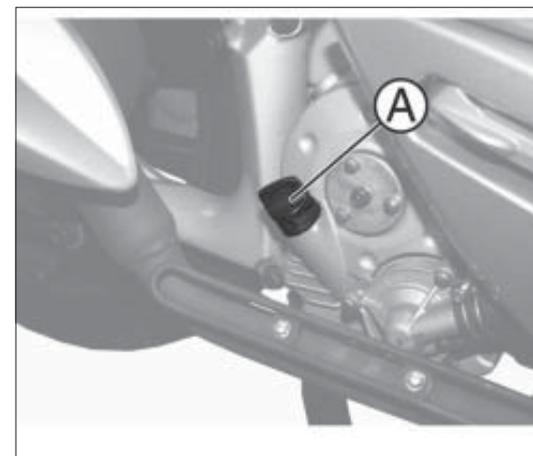
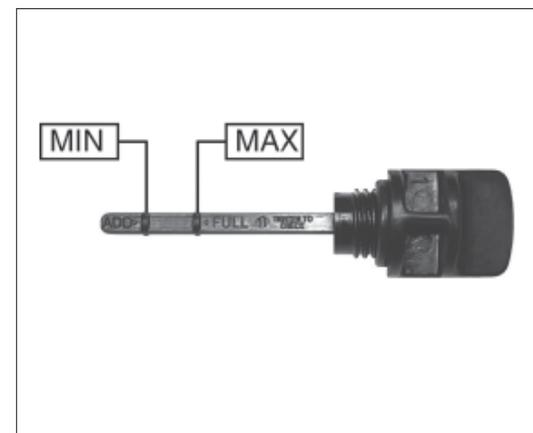

fig. 1
fig. 2
- dévisser le bouchon-jauge A fig. 1 et le nettoyer avec un chiffon propre ;
- revisser le bouchon-jauge A fig. 1 ;
- dévisser à nouveau le bouchon-jauge A fig. 1 et vérifier que le niveau d'huile arrive au niveau intermédiaire entre MIN et MAX indiqué sur la fig. 2